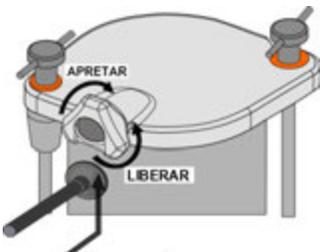

FIG 7. INSTALACIÓN DE BOQUILLA
5.- Seleccione la boquilla deseada, afloje la tuerca de sujeción de boquilla (4) e insértela y vuelva apretar la tuerca de sujeción (Fig.7). Ponga el switch principal en la posición "I" (ON) para poner al equipo en estado de espera.